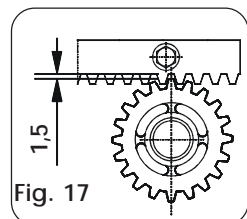

Fig. 17
- Au terme de l'installation de la crémaillère, pour garantir un entraînement fiable avec le pignon, nous conseillons d'abaisser de 1,5 mm environ (Fig. 17) la position du motoréducteur.